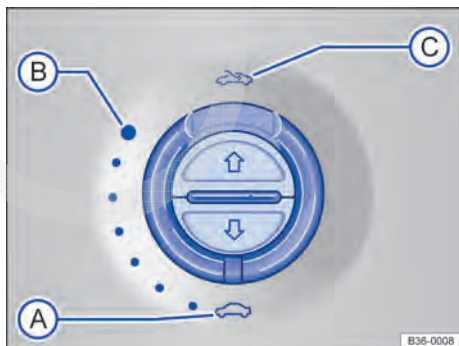

Fig. 41 No revestimento do teto: girar o interruptor para abrir e fechar.
⇒ Fig. 41
- O interruptor ⇒ Fig. 41 deve estar girado na posição “Fechado” ⇒ Fig. 41 .